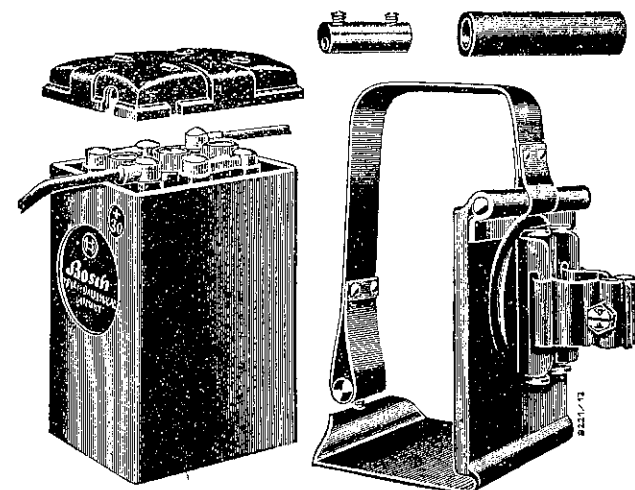

Bild 9. Batterie BGD 312 mit Batterieträger und Kabelverbinder
1. Batterie BGD 312 (Bild 9)
Das Pluskabel (30) wird durch eine Muffe (Bild 9) mit dem von Klemme 30 des Lichtbatteriezünders ausgehenden Kabel verbunden. Gegen Masseschluß wird diese Muffe durch einen Gummischlauch geschützt. **Beim Überschieben des Gummischlauchs achte man darauf, daß die Muffe vom Gummischlauch gänzlich überdeckt wird.**